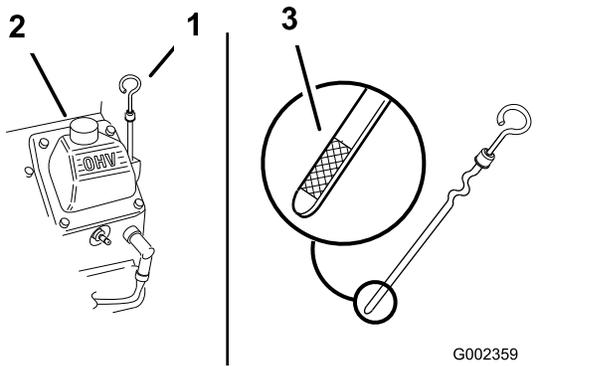

図 16
2. 給油口からごみが入ってエンジンを傷つけないように、ディップスティック 図 16 の周囲をウェスできれいに拭く。
3. ディップスティックを抜き取り、付いているオイルをウェスで拭きとってもう一度完全に差し込む(図 16)。
オイルの量がディップスティックの FULL 位置までであればよい(図 16)。
5. 不足している場合は、補給管についているキャップ(図 16)を取り、Full 位置までオイルを補給する。入れすぎないこと